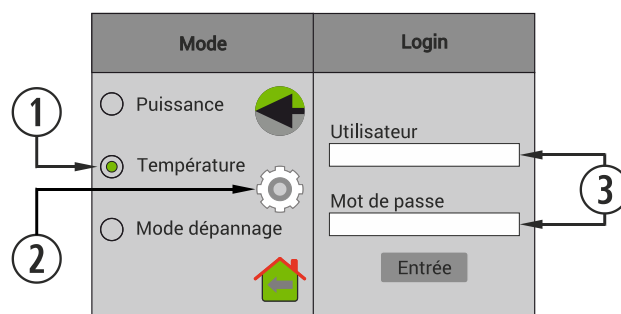

Figure 36
- Pour activer ce mode restez appuyé sur l'icône de réglages de l'écran principal, comme indiqué sur la *figure 36*.
Pour activer le mode température nous devons continuer à appuyer sur l'icône de configuration sur l'écran principal, comme indiqué par la *figure 36*.